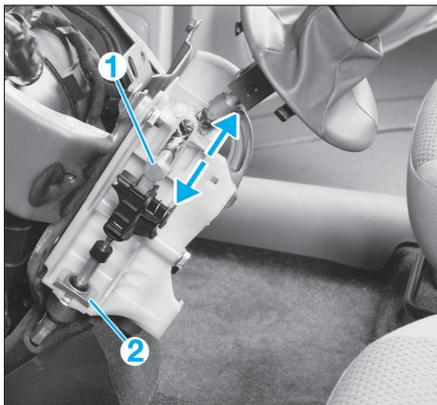
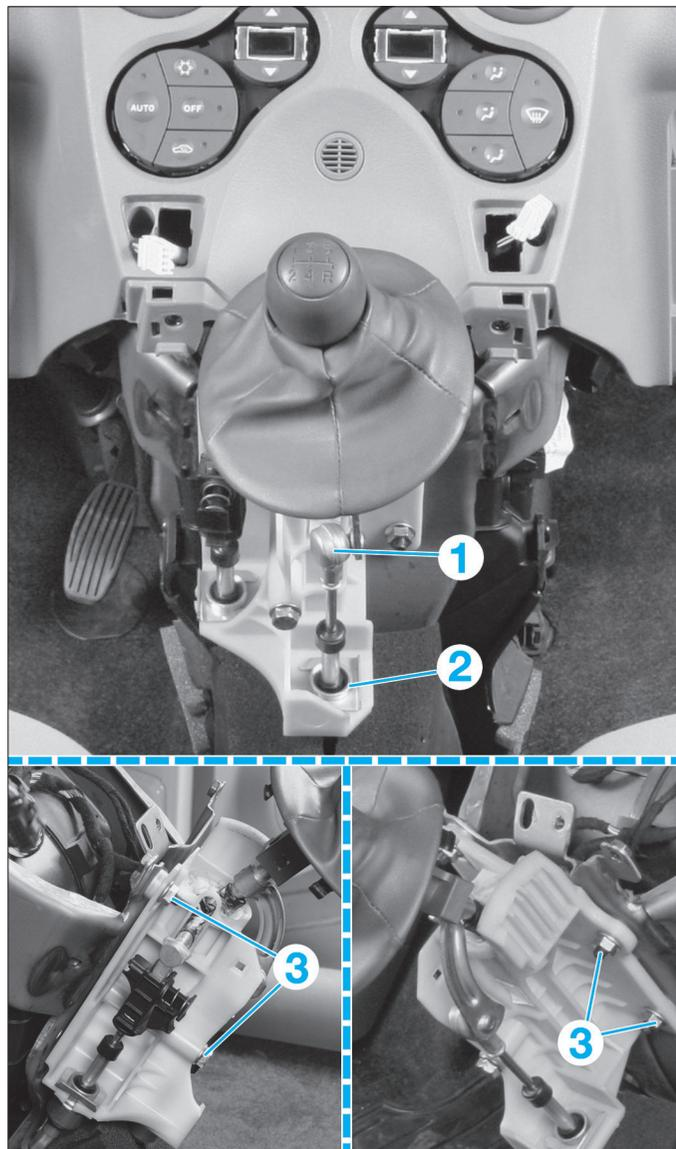

FIG. 8
FIG. 9
- Dégrafer les rotules (1) (Fig.8) et (Fig.9) puis déposer les fourchettes de fixation (2).
- Déloger les rotules (1) (Fig.8) et (Fig.9), puis déposer les fourchettes de verrouillage (2).